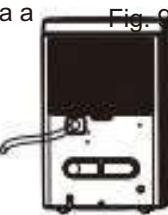

Fig. 9
- Retire a tampa de plástico da saída de drenagem na parte de trás da unidade e coloque-a de lado, depois insira a mangueira de drenagem através do orifício de saída na unidade e encaminhe a mangueira de drenagem até ao ralo no chão ou outro ralo apropriado. (Fig. 9 e 10).